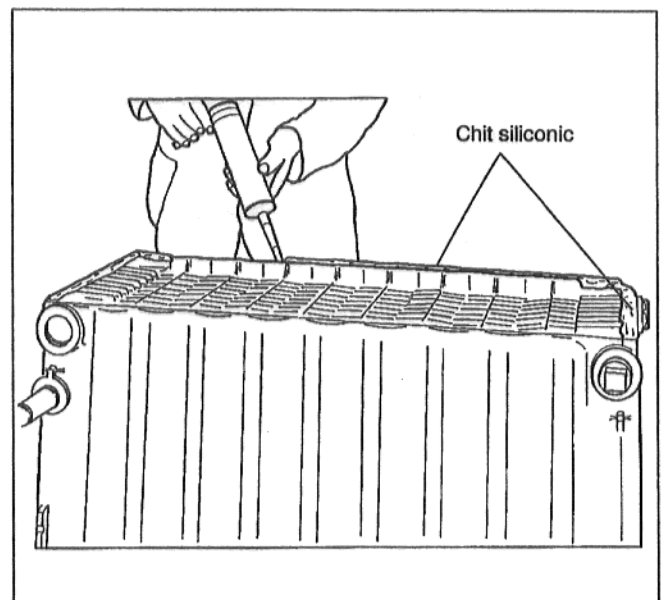

Fig. 16
- Se pune chit siliconic pe banda de etanșare a colectorului de gaze de ardere (Fig. 16).